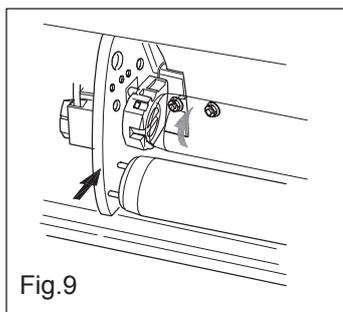

Fig.9
- Procedere al bloccaggio degli elementi superiori [F] degli attacchi su quelli inferiori [G] tramite le viti in dotazione (fig. 9).